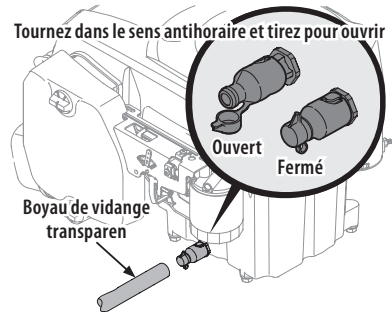

Fig. 34
- Retirez le capuchon protecteur de la soupape de vidange (Fig. 34).